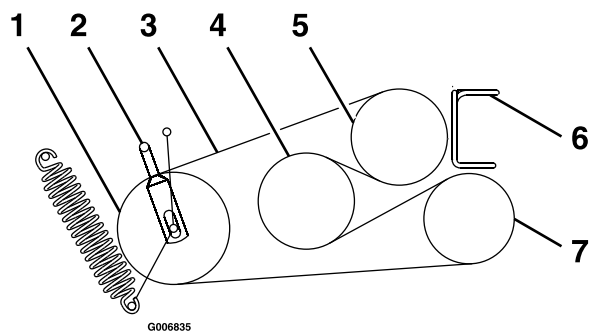

Figura 57
6. Allentate le guide delle cinghie A e B (Figura 57).
8. Disponete le nuove cinghie sulle pulegge, come mostrato nella Figura 57.